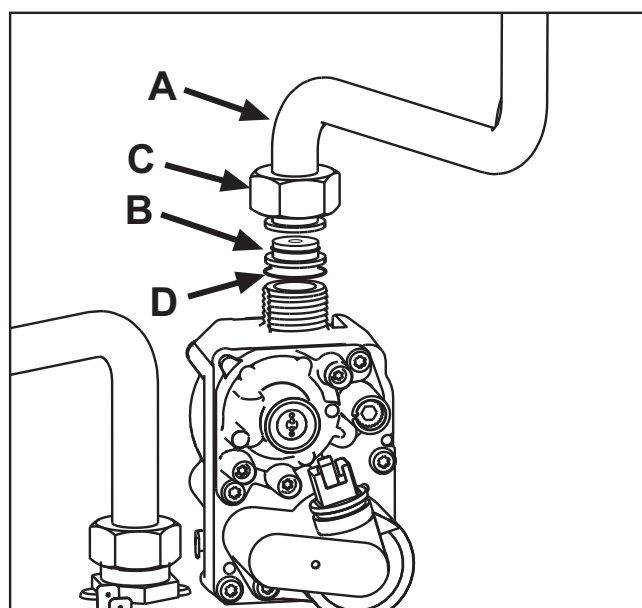

fig. 23
3. Desfaceți piulița C și scoateți tubul de gaz A de pe valva de gaz (vezi fig. 23).
4. Înlocuiți duza B introdusă pe tubul de gaz cu cea aflată în kitul de transformare, interpunând garnitura D (vezi fig. 23).